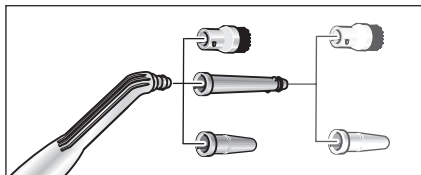

Fig. 6: Prolungitoarele pentru duza punctiformă
- Pentru mărirea performanțelor de curățare, în timpul lucrului cu duza punctiformă (D1), puteți să utilizați această duză în combinație cu prelungitorul (D2), cu peria cilindrică (D3) sau cu duza de forță (D4) (vezi fig. 6). Pentru aceasta, fixați cele două degajări ale prelungitorului pe ciocurile duzei punctiforme. Rotiți apoi prelungitorul în sens orar, până la oprirea acestuia.